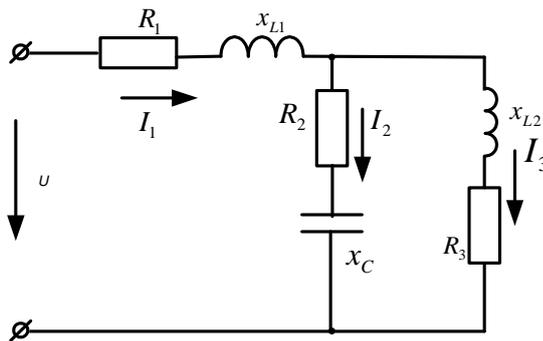

Рисунок 46
**Задача 57.** К зажимам цепи (рис. 46) подведено синусоидальное напряжение, действующее значение которого  $\dot{U} = 200e^{-j20} B$ . Сопротивления  $R_1=7\text{Ом}$ ,  $R_2=12\text{Ом}$ ,  $R_3=10\text{Ом}$   $x_{L1}=4\text{Ом}$ ,  $x_{L2}=8\text{Ом}$ ;  $x_C=6\text{Ом}$ . Рассчитать токи ветвей методом эквивалентного преобразования пассивных схем и методом контурных токов, проверить баланс активной и реактивной мощности, построить векторную диаграмму.